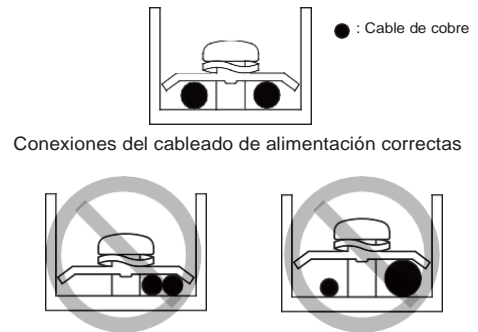

Figura 9.2
- ♦ No conecte dos cables de alimentación con diámetros diferentes al mismo terminal de fuente de alimentación (puede causar el sobrecalentamiento de los cables debido al cableado suelto). Véase figura 9.2